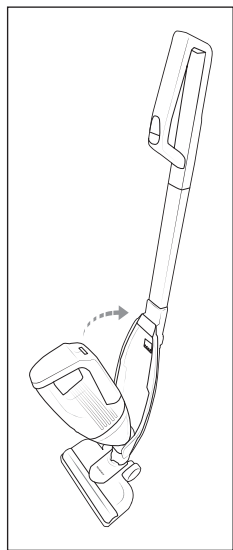

Fig. 3
- 1) For at forbinde motordelen **2** med skaftet **11**, skubbes spidsen af motordelen **2** ind i udskæringen på motordelens fordybning **14** (fig. 3).
- 2) Sæt så håndtaget **1** på motordelen **2** ind i fordybningen på motordelen **14**, så motordelen **2** går i indgreb og sidder fast (fig. 3).